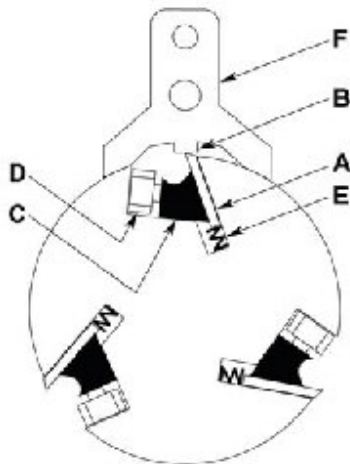

Рис. 21
7. После того, как все три ножа закреплены винтами, поставьте на место и закрутите шесть стопорных винтов (D, Рис. 21 и 23) первого ножа напротив прорези, начиная с винтов по краям, затем центральные винты, пока нож не будет надежно закреплен в строгальном валу. Таким же образом затяните два оставшихся ножа.